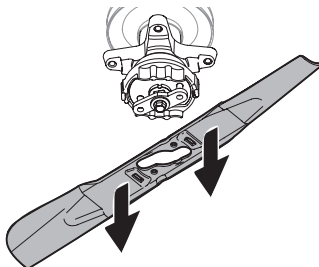

Figura 3
5. Cuando el orificio del centro de la cuchilla se alinee con el retenedor de cuchillas del tractor, baje la cuchilla con cuidado. Consulte la Figura 3.